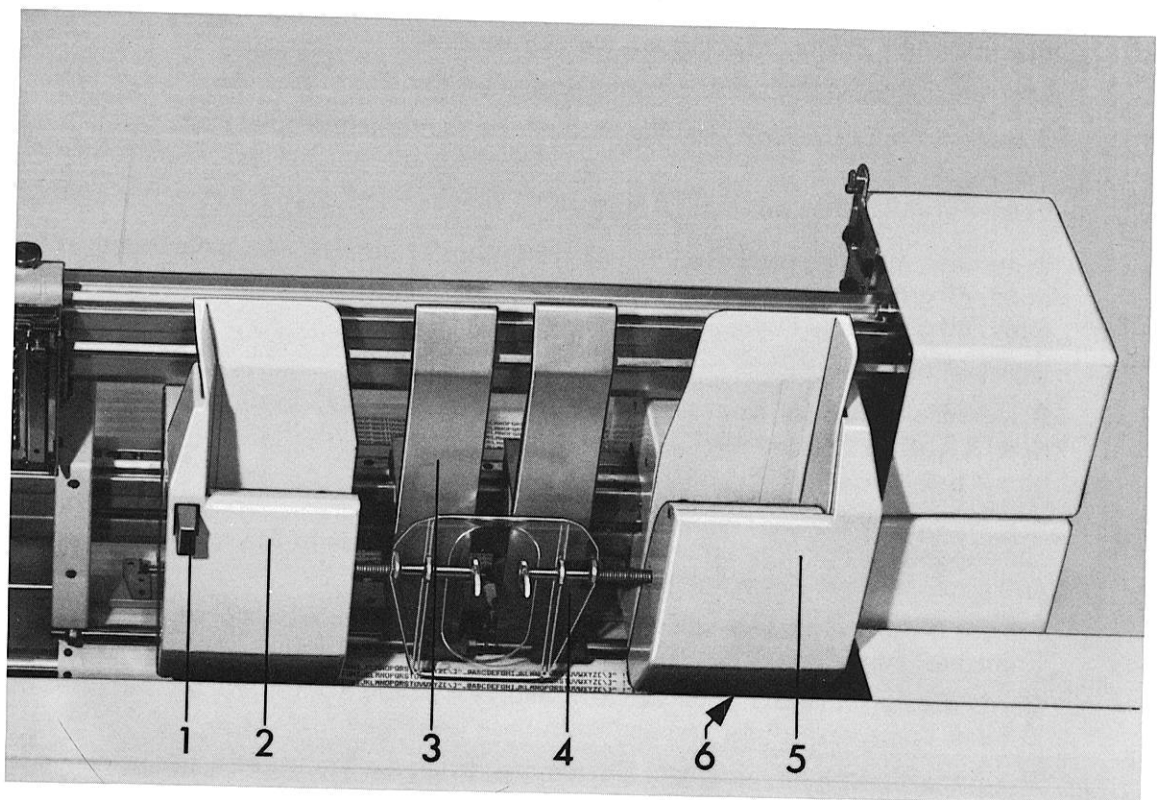

Abb. 17 MKE 6
Die rechte Kartentasche ist feststehend angebracht. Die linke Kartentasche (2) Abb. 17 lässt sich nach Eindrücken der Entriegelungstaste (1) entsprechend den zugelassenen Formaten der Kontokarten auf feste Rastpunkte einstellen. Ein Betrieb außerhalb der Rastpunkte ist nicht zulässig!
Zur Kontrolle von oben in die Kartentaschen sehen, die Andruckrollen (6) Abb. 17 dürfen nicht im Schlitz sichtbar sein.